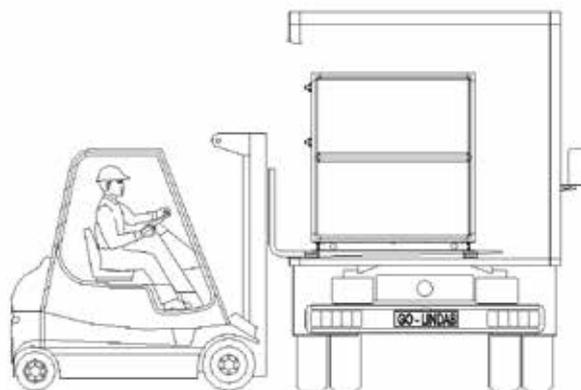

Bild 3
- Beim Be- und Entladen mit einem Gabelstapler das Gerät immer auf den mitgelieferten Holzbalken oder der Palette transportieren (Abbildung 3).